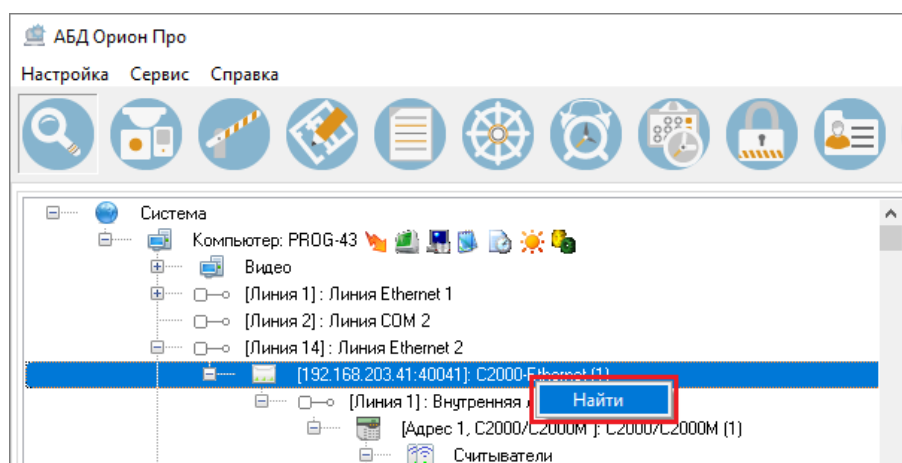

Рисунок 6-28 Вызов окна Поиск для поиска элемента в структуре объекта C2000-Ethernet
- 1) выберите команду «Найти» в контекстном меню того узлового элемента, в структуре которого необходимо найти элемент (см. Рисунок 6-28);